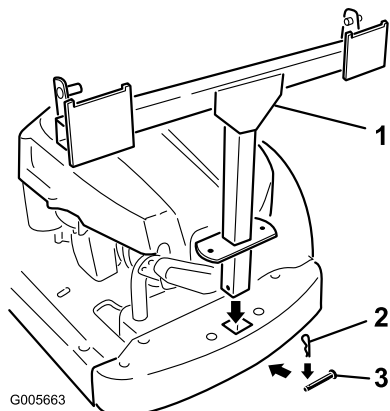

Figura 4
2. Sujete el bastidor del ensacador con un pasador (5/16 x 2-1/4 pulg.) y una chaveta (Figura 4).
3. Instale dos varillas, una en cada lado del bastidor del ensacador. Localice el soporte ranurado entre la rueda motriz trasera y el bastidor. Introduzca el extremo abocinado de la varilla en la muesca de la ranura y deslice la varilla hacia atrás Figura 4.
4. Introduzca el extremo doblado de la varilla en el bastidor del ensacador según se muestra en Figura 4. Sujete ambos extremos de las varillas con chavetas.